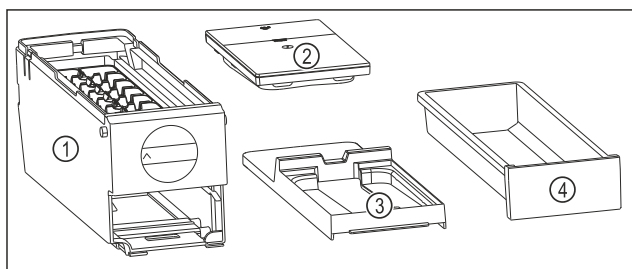

Fig. 146 Bestanddelen van de EasyTwist-Ice
- EasyTwist-Ice is in vier delen gedemonteerd. (zie Fig. 146)
- EasyTwist-Ice alleen in afgebeelde bestanddelen demonteren. (zie Fig. 146)
- EasyTwist-Ice-corpus Fig. 146 (1) als geheel reinigen.